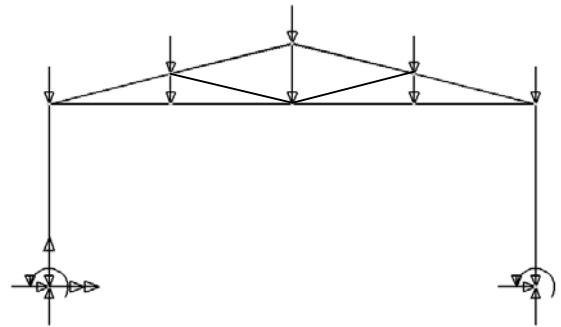

Fig. 39
- pe ecran va fi afișată structura cu încărcarea din cazul 1 (fig. 39)